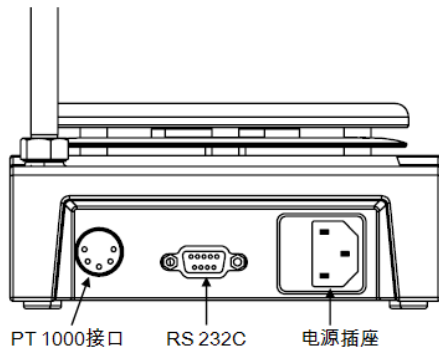

图 8
- 实验室仪器与自动控制系统之间的连接线采用指定的 EIA 标准 RS 232C 通信线，对应的 DIN 66020 Part 1 接口，参考图 8 所示连接线和接口的分配。